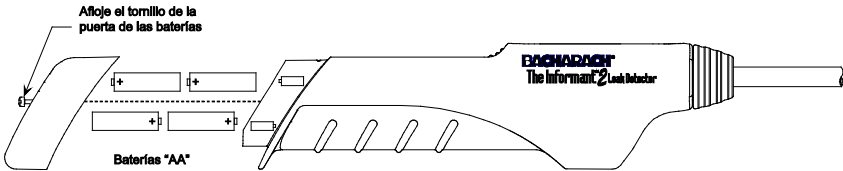

Figura 2. Colocación de las baterías
1. Vea la Figura 2. Con un destornillador Phillips N.º1, afloje el tornillo de la tapa de la batería que está en la parte trasera del detector y quite la tapa.